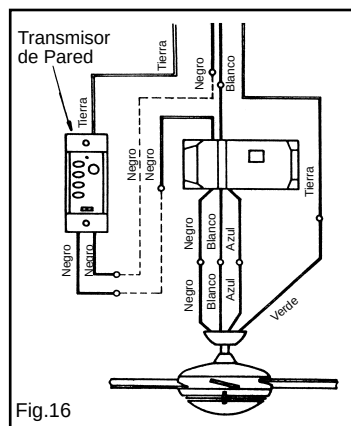

Fig.16
Paso 2. Haga las conexiones electricas como se muestra en la Fig. 16. Si su caja de distribucion tiene un alambre a tierra (verde o cobre) conéctelo al alambre del transmisor. Si su caja de distribucion no tiene un alambre a tierra, entonces unicamente conecte el alambre a tierra del transmisor a un tornillo de la caja de distribucion.